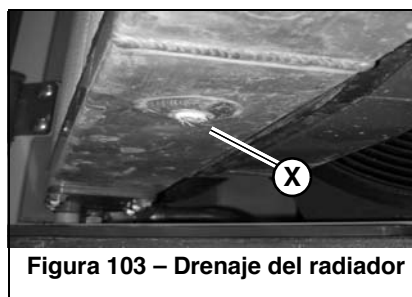

Figura 103 – Drenaje del radiador
5. Retire el tapón de drenaje del radiador (X, Figura 103) que se encuentra debajo del radiador y deje que el refrigerante se drene en el recipiente.